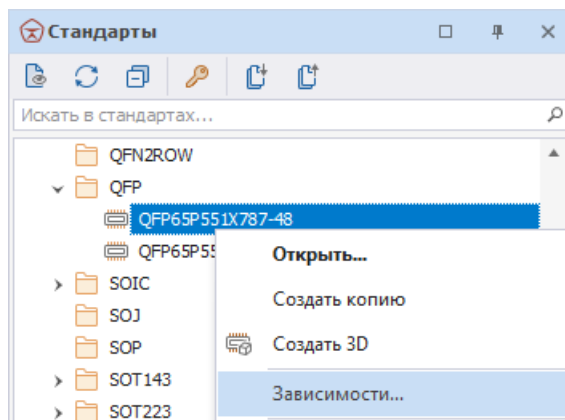

Рис. 93 Просмотр зависимостей выбранного корпуса
2. Вызовите контекстное меню и выберите пункт «Зависимости...», см. Рис. 93.